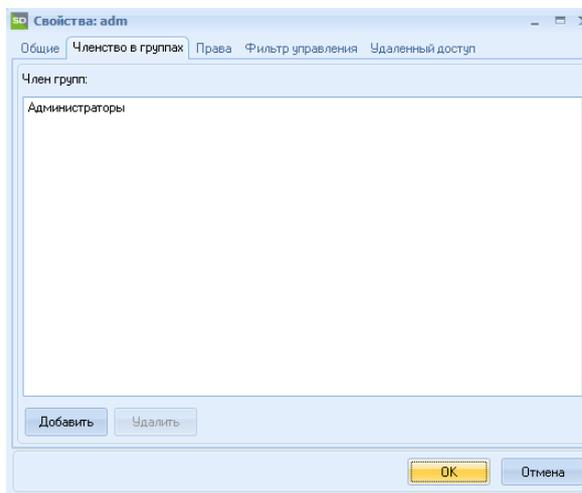

Рисунок 3.13 – Окно «Свойства пользователя», закладка «Членство в группах»
2) На закладке «Членство в группах» можно дать пользователю членство в нужных группах (рисунок 3.13), при этом он будет наследовать все права, приспанные данной группе. В списке отображаются группы, членом которых является пользователь.